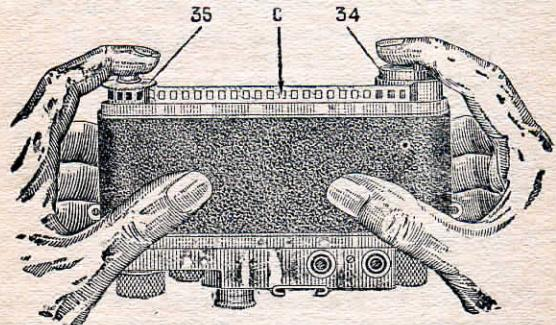

Рис. 8
- С—фильмовый канал (рис. 8)
Открытую камеру поставьте объективом **от себя** (рис. 8), держа кассету правой рукой, а приемную катушку левой, введите пленку в фильмовый канал «С», равномерно опуская кассету и катушку в гнезда.